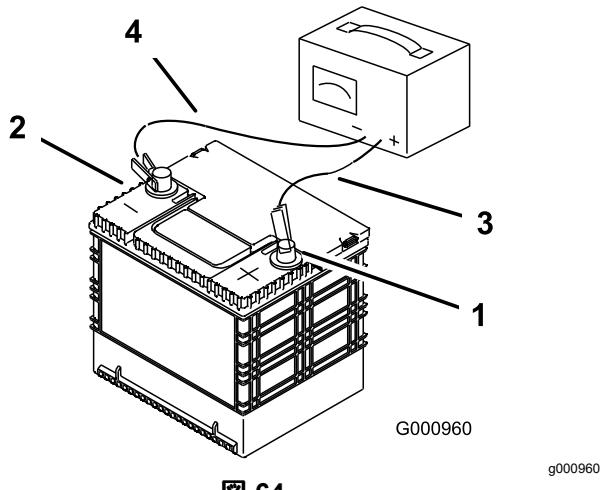

図 64
2. 充電が終わったら、チャージャのプラグをコンセントから抜いてから、チャージャのリード線をバッテリー端子から外す **図 64**。